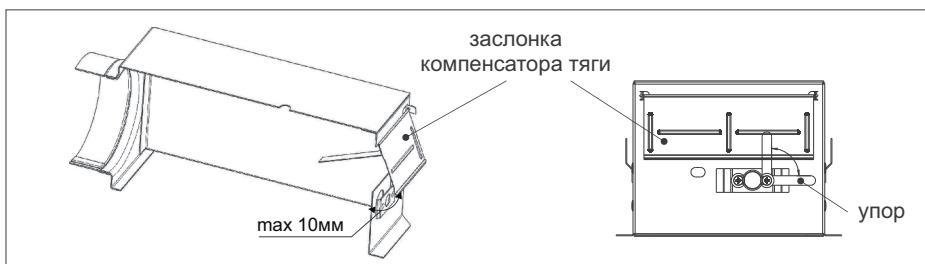

Рис. 6.
- убедитесь в том, что заслонка компенсатора тяги (рис.6а) имеет свободный ход (должно наблюдаться свободное качание заслонки).